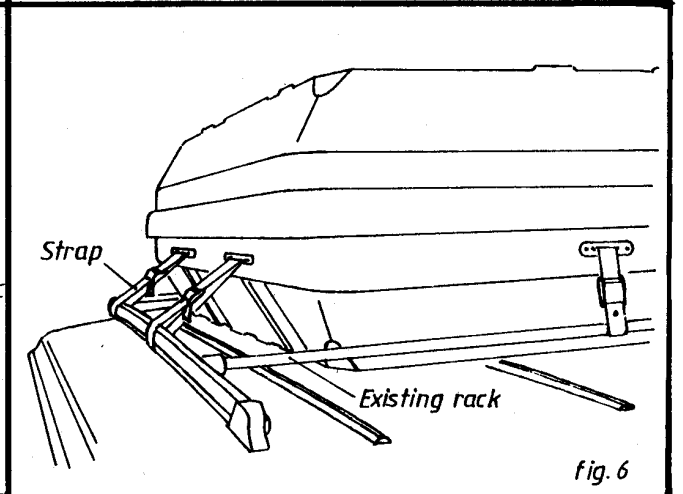

fig. 6
3. Montage mit Gurten auf einen bestehenden Gepäckträger (Fig. 6)
3. With straps on an existing carrier (fig. 6)